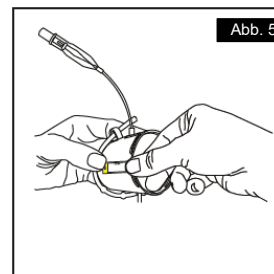

Abb. 5
7. Nehmen Sie den Aufkleber mit dem Symbol aus der Verpackung. Schreiben Sie das Ablaufdatum des Geräts so auf den Aufkleber, dass es nicht entfernt werden kann (10 Tage ab dem Datum der Aktivierung des Produkts). Bringen Sie dann den Aufkleber gut sichtbar an der Außenseite des Produktgehäuses an [Abbildung 5].